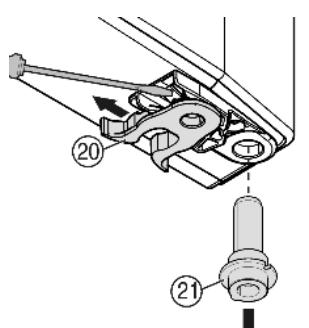

Fig. 9
- ▶ Переставьте пружинный зажим Fig. 9 (20): Нажмите вниз язычок защелки, снимите с него пружинный зажим.
- ▶ Извлеките опорный палец Fig. 9 (21) из втулки двери и вставьте вместе с шайбами на противоположную сторону. Язычок защелки должен быть направлен к внутренней стороне двери, паз — к внешней стороне.
- ▶ Поверните нижнюю часть двери и вставьте опорный палец Fig. 9 (21) в опорный кронштейн. При необходимости покрутите опорный палец, чтобы он смог заскочить.